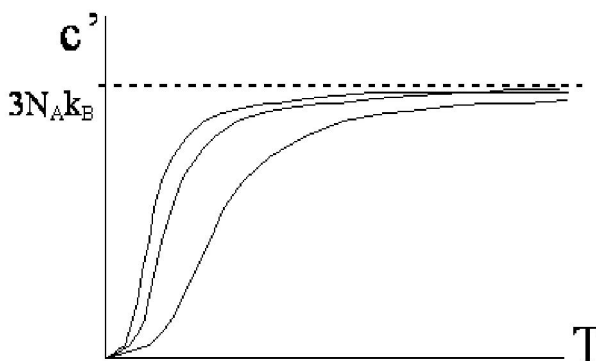

Figura 1
- (b) Les gràfiques $c'(T)$ dels diferents materials presenten una forma semblant a la que mostra la figura 1.